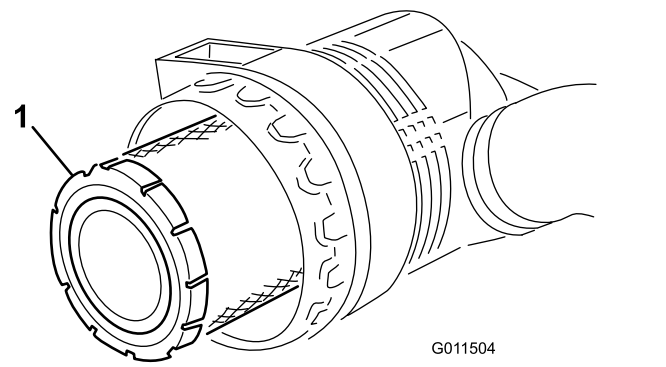

Figura 53
5. Togliete il filtro primario e sostituitelo (Figura 53).